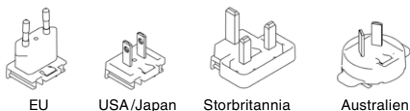
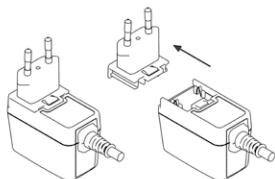

Fig. 3
Fig. 4
Den primære adapteren for strømforsyningen (4) kan byttes ut med den aktuelle landstandarden. Fig. 3 og fig. 4 beskriver prosedyren for å skifte støpslet.